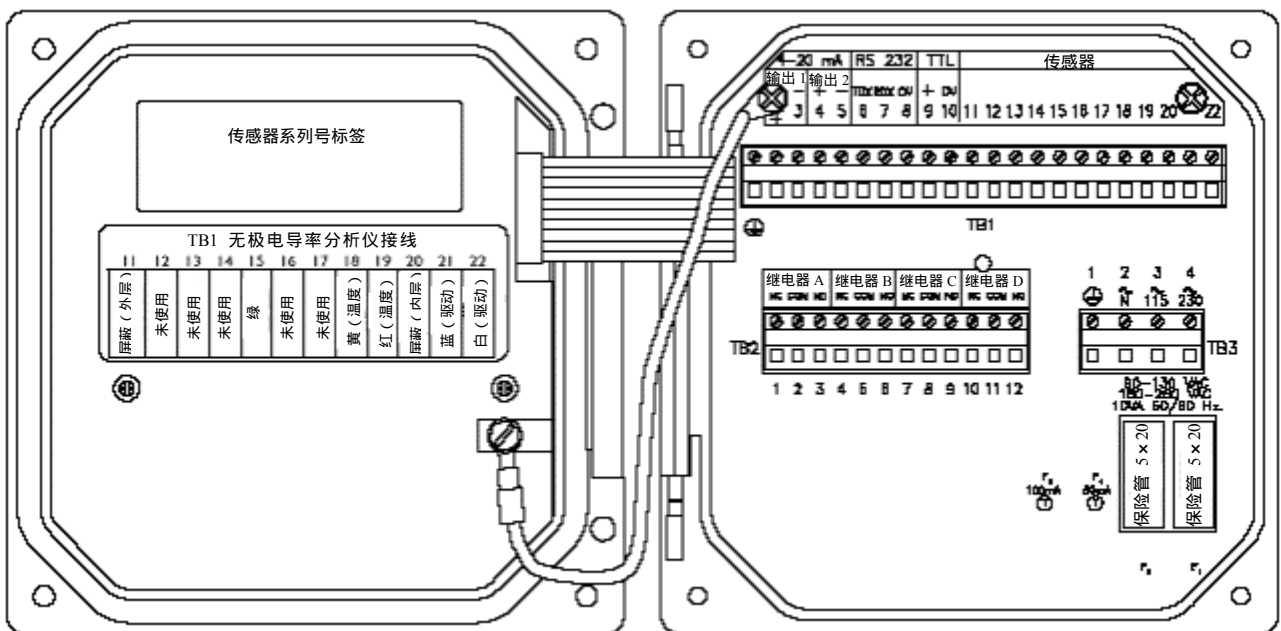

图 2-4 用于序列号无字母前缀的分析仪接线端子名称
- 无字母标识前缀的序列号的分析仪的 TB1 (图 2-4) 上的接线端子 11。
- 无字母前缀序列号分析仪的 TB1 上（图 2-4）接线端子 1 的“ground symbol”（地线符号）